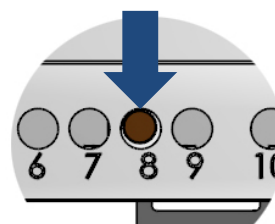

Рис. 9
- ▶ Нажмите коротко маленькой отвёрткой на клавишу **Reset** (Рис. 9). Прибор снова включится в работу.